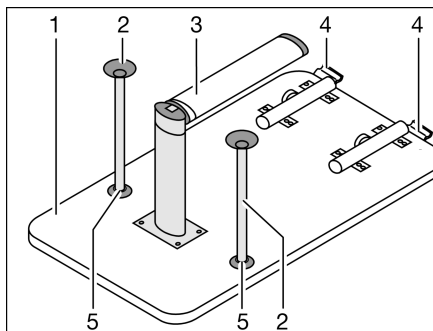

Fig. 98 Base de cama
- Levantar 45° aprox. el tablero de mesa (Fig. 98,1) por delante.
- Abatir la parte inferior de la pata de apoyo articulada (Fig. 98,3) 90°. Para ello, según el modelo, tirar la parte inferior de la pata de apoyo articulada hacia abajo o presionar el botón de desbloqueo.
- En el bloqueo (Fig. 98,4) pulsar el botón de desbloqueo.
- Según el modelo, encajar los dos pies de apoyo adicionales (Fig. 98,2) en los alojamientos (Fig. 98,5) en el lado inferior del tablero de la mesa.